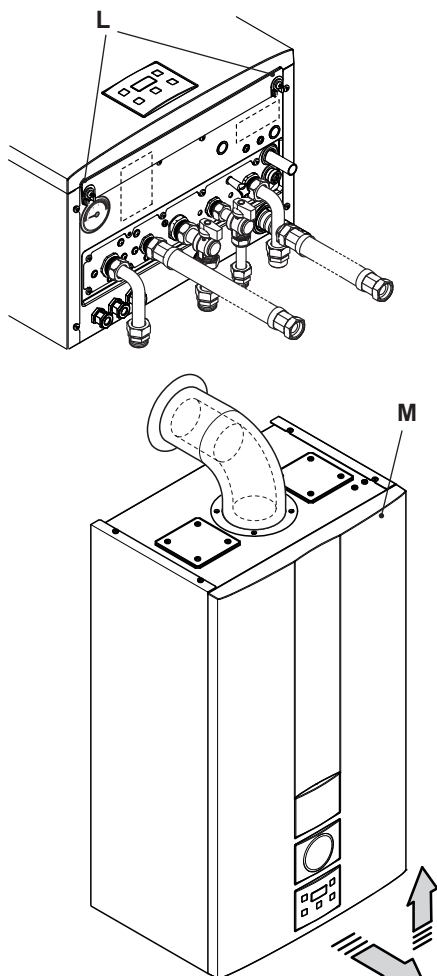

Figura 5.18
- Svitare le viti Le rimuovere il pannello frontale Mtirandolo a sè e quindi spingendolo verso l'alto in modo da liberarlo dalle sedi superiori Figura 5.18.